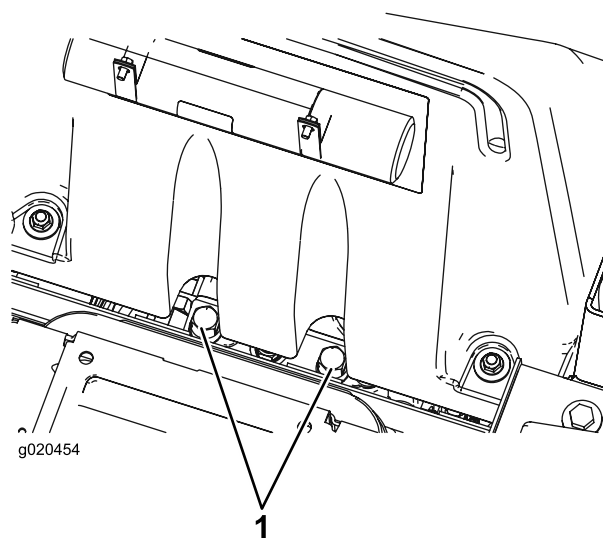

Figura 54
1. Sollevate il sedile e individuate le valvole di bypass, che sono posizionate sotto la parte anteriore del serbatoio del carburante (Figura 54).